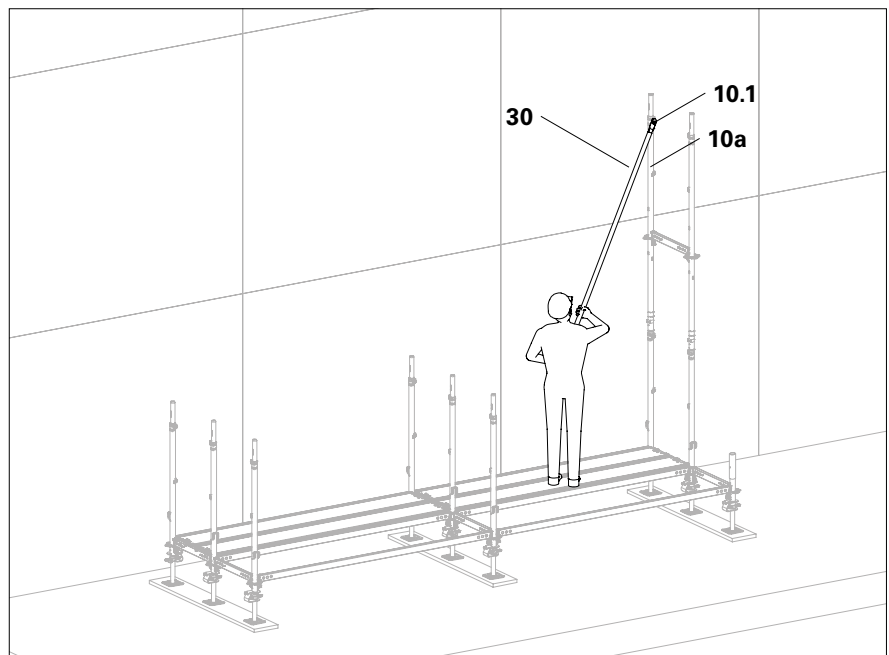

Abb. A3.02
1. Geländerholm EPG (**30**) in Geländerhaken (**10.1**) von Easy Stiel EVM 200 (**10a**) einhängen. (Abb. A3.02)